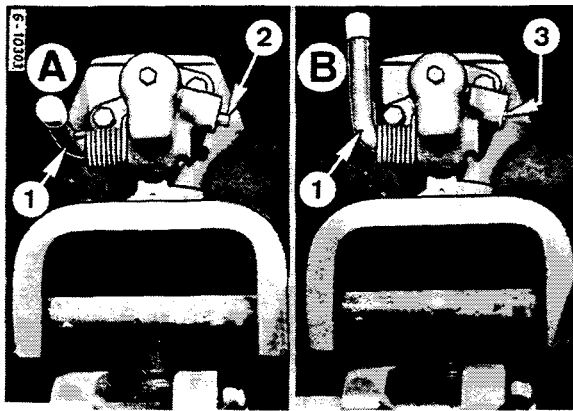

Figure 29a
IMPORTANT : Lorsque vous attachez une remorque, assurez-vous que la cheville témoin est complètement rentrée, (3) Fig. 29a.